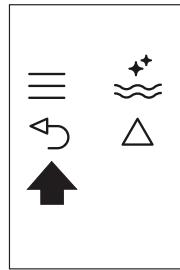

Fig. 25
- Prima duas vezes o ícone (B6) (Fig. 25) para sair do menu.